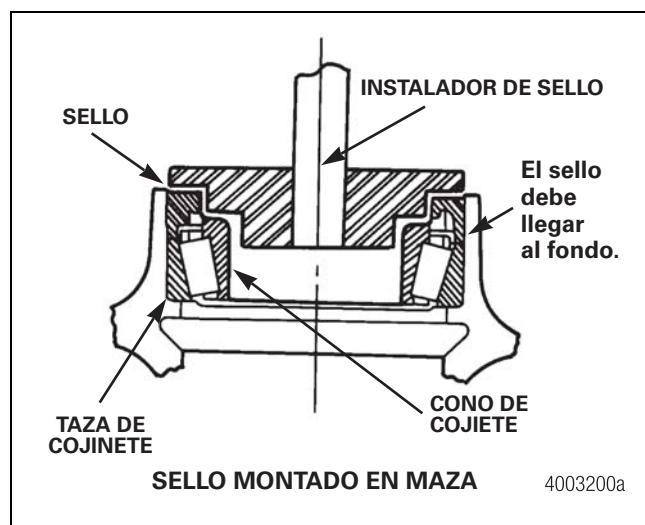

Figura 5.8
- A. **Sellos montados en la maza:** Instale el cono de cojinete interior dentro de la maza. Lubrique el sello según las recomendaciones del fabricante; después colóquelo sobre la herramienta de instalación. Alinee la herramienta con el orificio del sello de la maza; ahora conduzca el sello hasta que toque fondo en el orificio del sello de la maza. Gire la herramienta y golpee suavemente varias veces para asegurarse de que el sello está correctamente asentado. Compruebe el cojinete para asegurarse que gire libremente. Figura 5.8.